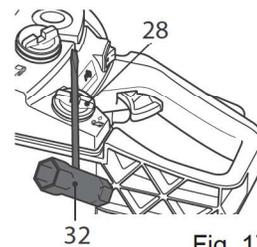

Fig. 17
- > Limpie el aceite derramado con un paño suave y vuelva a colocar la tapa del depósito de aceite de cadenas (28). Apriete bien la tapa (28) con la llave combinada (32) (Fig. 17).